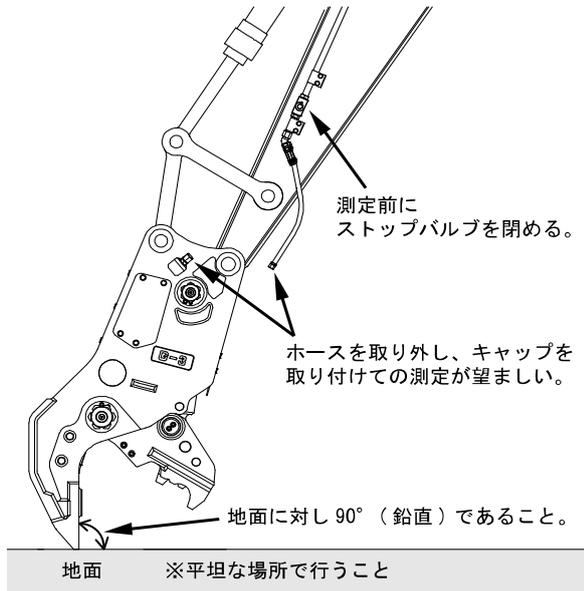

図7-3-1 開閉シリンダの伸縮量測定
- ①エンジンを始動させ、アタッチメントのフレームの先端ティースが鉛直(図7-3-1参照)になるようアタッチメントの姿勢を調整する。
- ②アタッチメントのアームを最大開口まで開く。
- ③エンジンを停止させ、ストップバルブを閉める。(このとき、油圧ショベルアームに接続されたホースを取り外し、キャップを取り付けておくことが望ましい。)
- ④この状態で5分間放置してから、開閉シリンダの伸縮量を測定する。